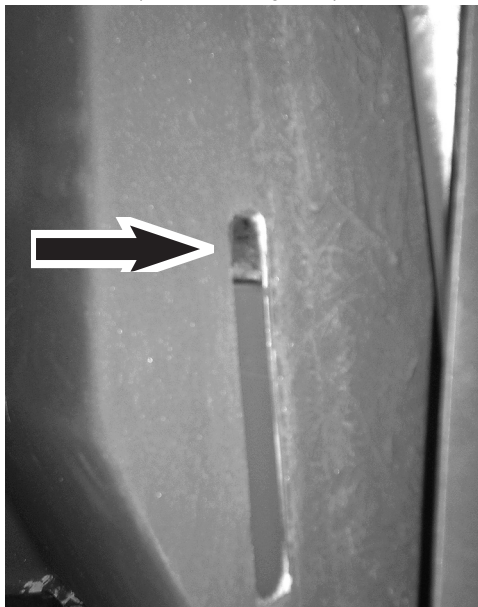

Figura 09
**9.c)** Verificar se o nível de água do reservatório está no nível correto (como indica figura 09).